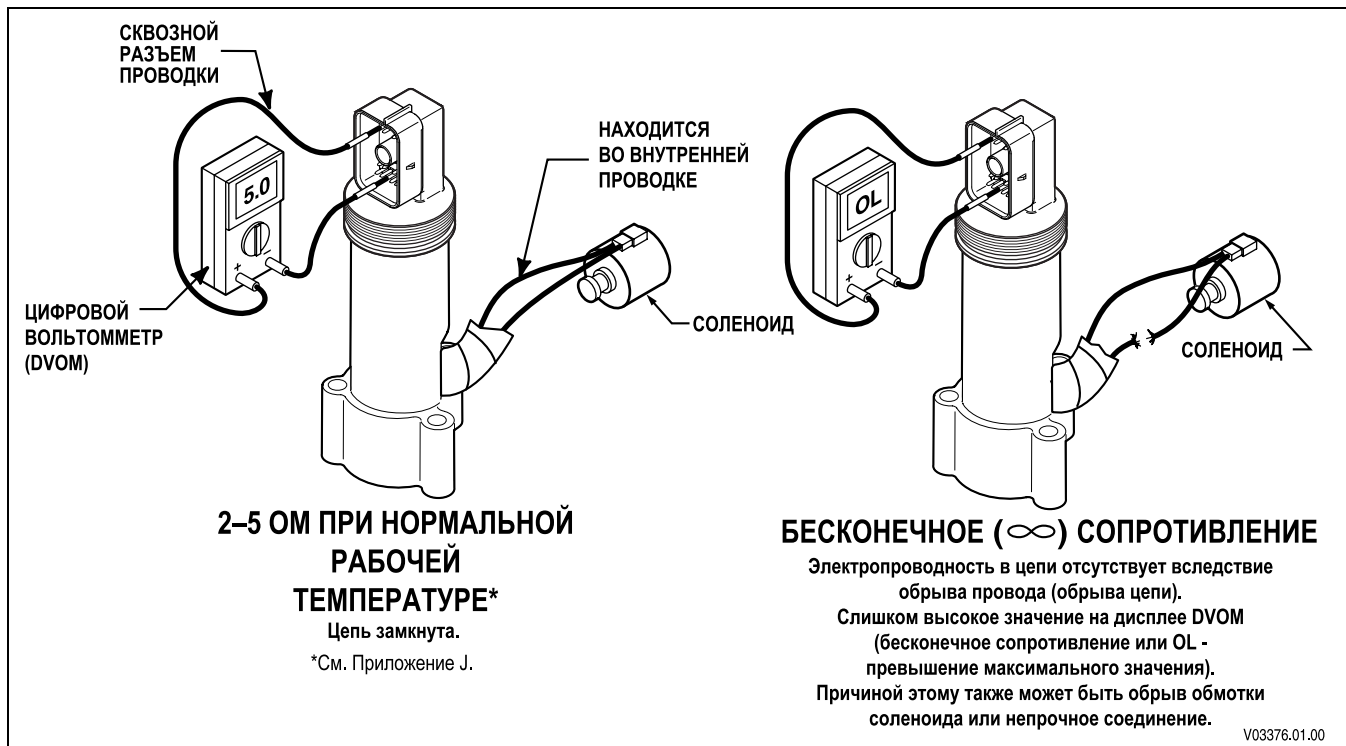

Рис. 4–3. Проверка на наличие электропроводности
- б. Если проверка сопротивления цепи пройдена успешно, проверьте проводку на предмет коротких замыканий между проводами и коротких замыканий на массу (см. рис. 4–4). Для этого выполните следующие операции.
- (1) На разъеме коробки передач подсоедините один щуп цифрового вольтметра/омметра к одному из проводов проверяемой цепи, а другим щупом коснитесь каждой клеммы этого разъема; затем прикоснитесь щупом к точке контакта с массой шасси и к основному корпусу коробки передач. Выполните эту процедуру для каждого провода проверяемой цепи.
- (2) Если в какой-то момент на дисплее цифрового вольтметра/омметра отобразится низкое или нулевое значение сопротивления, либо прозвучит непрерывный звуковой сигнал, между двумя точками подсоединения щупов существует короткое замыкание – межпроводное или короткое замыкание на массу. Указание на короткое замыкание может быть вызвано сращением проверяемого провода. Расположение сращов проводов приведено на схеме в Приложении J. Если короткое замыкание произошло не в результате сращения, изолируйте этот участок и устраните короткое замыкание.